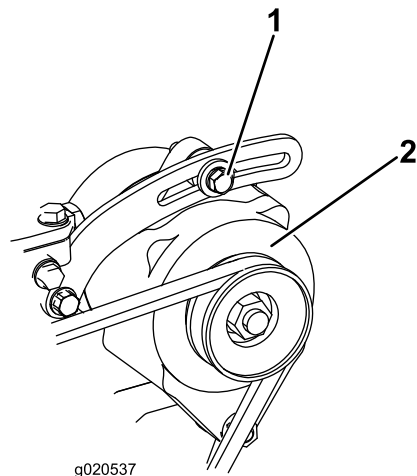

Figura 64
1. Si la desviación no es de 10 mm, afloje los pernos de montaje del alternador (Figura 64).